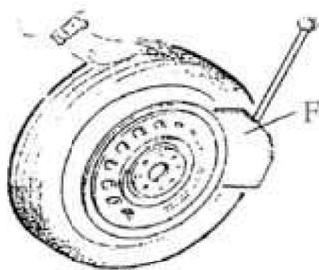

Рис. 5
Полностью выпустить воздух из шины, прислонить колесо к резиновому буферу. (S).Установите лопатку разуплотнителя, как показано на рис.5. Нажать педаль (U), дождаться, когда лопатка полностью отожмет борт шины от диска. Повторить процедуру на разных участках колеса по кругу, чтобы шина полностью была отжата от диска.